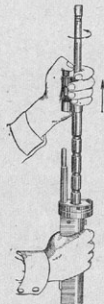

Рис. 44. Отделение ствола без разборки пулемета
— находясь с левой стороны пулемета и придерживая его правой рукой, левой рукой повернуть ствол регулятором вверх, сдвинуть его вперед и вынуть из канала ствольной коробки (рис. 44);
7) Отделить ствол. При помощи отвертки вывинтить замкатель ствола и вынуть его из отверстия ствольной коробки. Находясь с левой стороны ствольной коробки и придерживая ее правой рукой, повернуть ствол регулятором кверху; слегка пошатывая ствол, сдвинуть его вперед и вынуть из канала ствольной коробки (см. рис. 44).